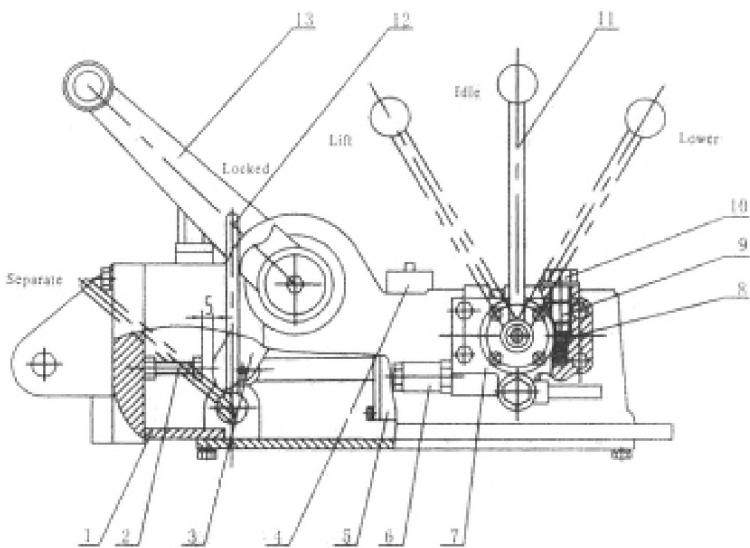

Рисунок 4-35. Подъемник (2).
Подъемник (2) (смотрите рисунок 4-35) состоит из картера подъемника (1), поворотного клапана (7), цилиндра (5), внутреннего рычага (3), внешнего подъемного рычага (13), масляного фильтра (4), предохранительного клапана (6), ограничительного болта (2), рукояти блокировки вала (12) и т.д.